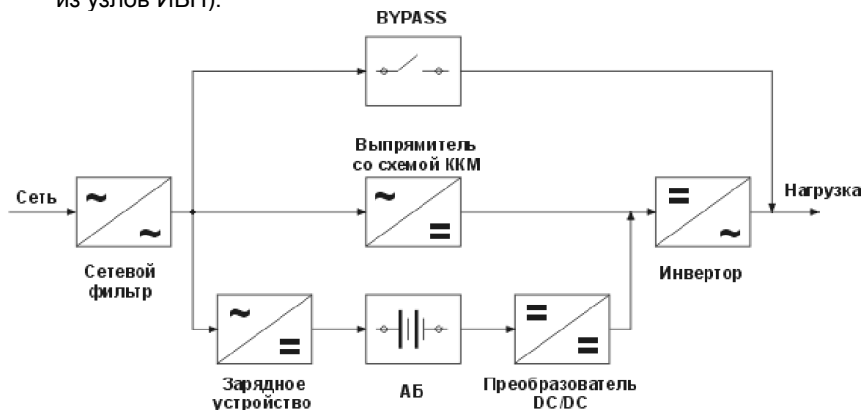

Рис. 3 Структурная схема ИБП
**Структурная схема ИБП** представлена на рис.3.